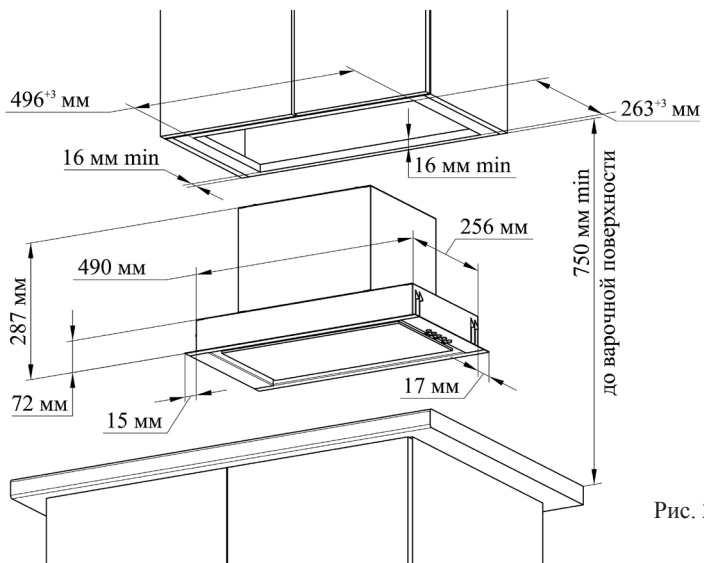

Рис. 2
- 6.2 Подготовьте проём в нижней части мебели согласно эскиза (рис. 2).